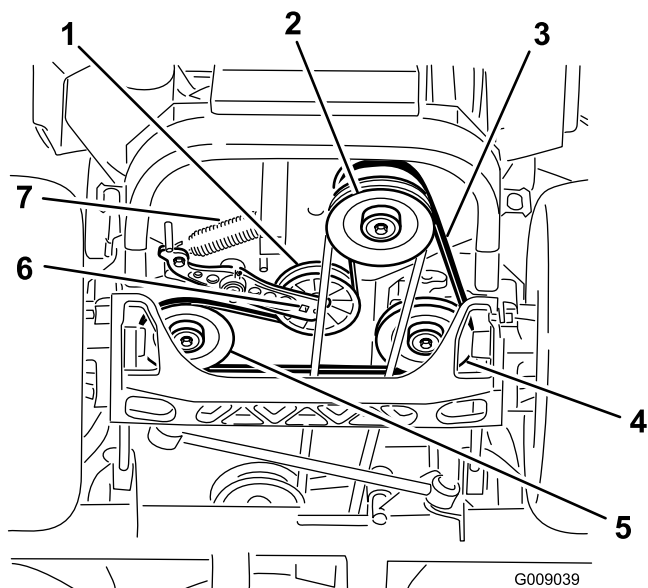

Bild 73
4. Heben Sie die Maschine an und stützen Sie sie mit Achsständern ab (Bild 73).
5. Setzen Sie eine Ratsche in das rechteckige Loch im Spannarm ein, um die Spannscheibenfeder zu entfernen (Bild 73).
6. Haken Sie die Spannscheibenfeder vom Rahmen aus (Bild 73).
9. Setzen Sie einen Schraubenschlüssel in das rechteckige Loch im Spannarm ein, um die Spannscheibenfeder im Rahmen einzusetzen (Bild 73).